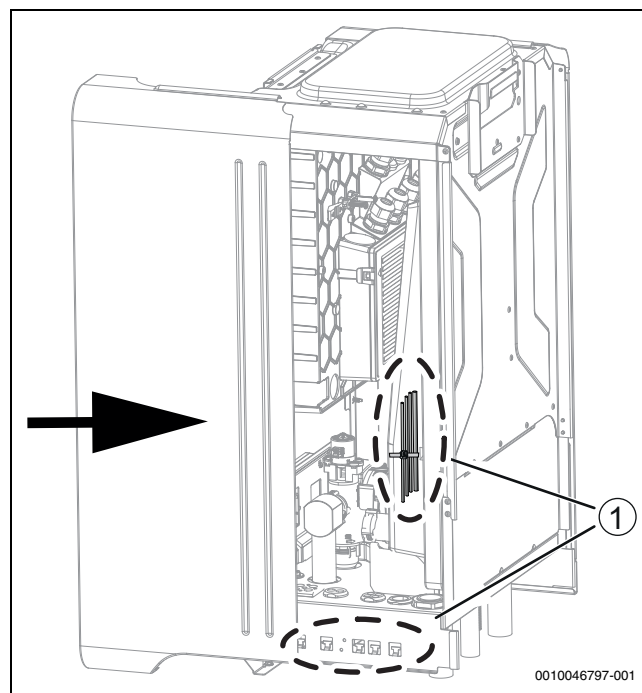

Fig. 33 Faites glisser le couvercle latéral en place
- ▶ Assurez-vous qu'aucun câble n'est coincé entre le capot latéral et la structure (→Figure 33 [1]).